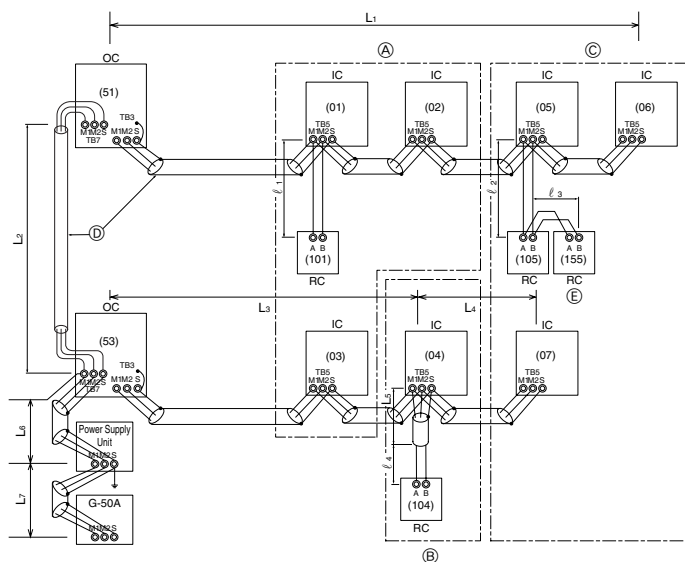

Fig. 6-2
- M-NET fjernstyring (Fig. 6-2)